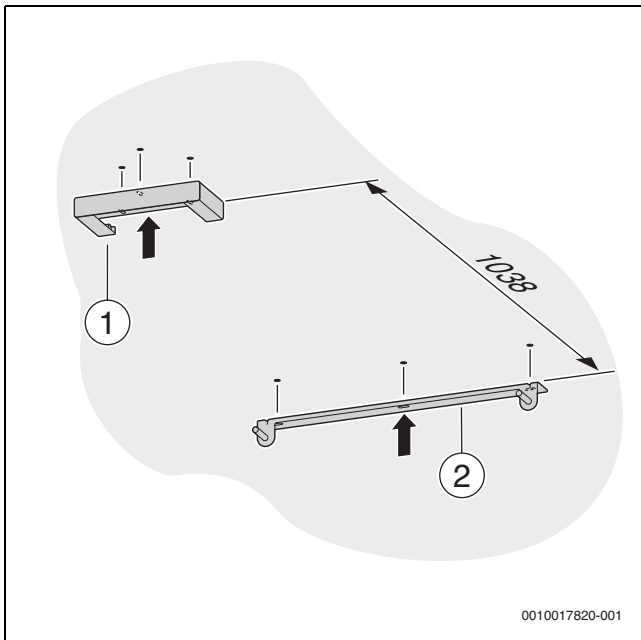

Bild 15 Aufhängeelement und -schiene montieren
- ▶ Abstand zwischen Aufhängeelement und Aufhängeschiene prüfen (1038 mm von Unterkante Aufhängeelement bis Oberkante Aufhängeschiene → Bild 15).